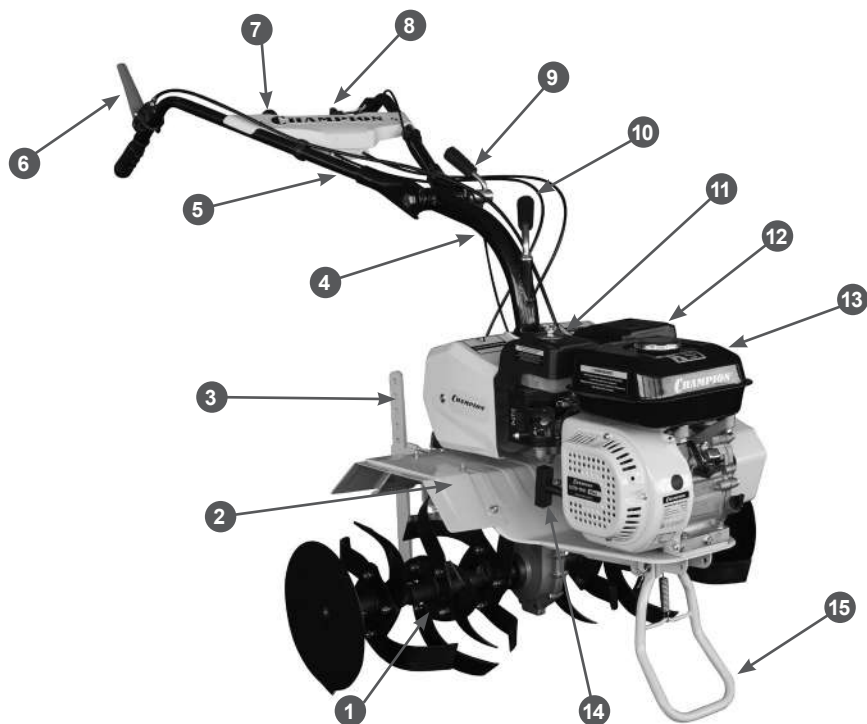

Рис. 1 Основные узлы и органы управления (вид спереди)
Расположение основных узлов и органов управления представлено на Рис. 1.
- Установите правое и левое защитные крылья 2 (Рис. 1), используя болты и гайки из комплекта крепежа.
- Установите рукоятки управления на мотоблок. Отрегулируйте положение рукояток по высоте и углу поворота, после чего затяните ручки регулировки рукояток 9 и 10 (Рис. 1).